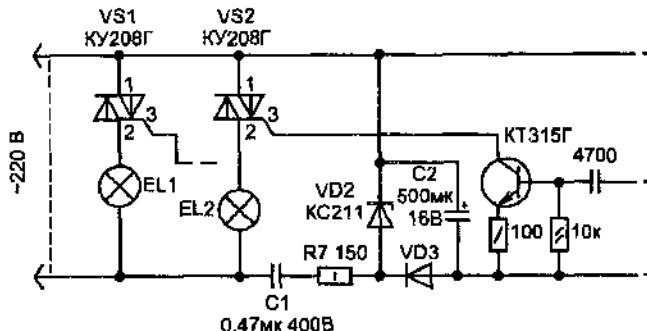

Рис. 4.21. Изменения в силовой части для подключения вместо тиристоров — симистора КУ208Г
2. Следует отметить еще одну особенность схемы. Из-за того, что питаются гирлянды только от одной полуволны сетевого напряжения, яркость свечения ламп будет пониженней. Чтобы увеличить яркость свечения вместо тиристоров можно воспользоваться симисторами типа КУ208Г. В отличие от многих других симисторов, эти могут управляться однополярным сигналом при работе на переменном напряжении. Вариант выполнения на них силовой части показан на рис. 4.21. В этом случае диод VD1 не нужен — через гирлянды смогут проходить оба полупериода сетевого напряжения.